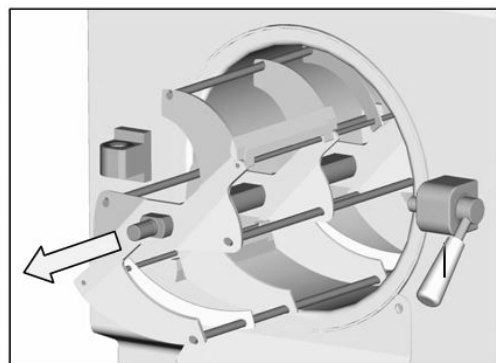

Fig.12
- Tirer l'agitateur pour le retirer du cylindre de congélation (Fig. 12).